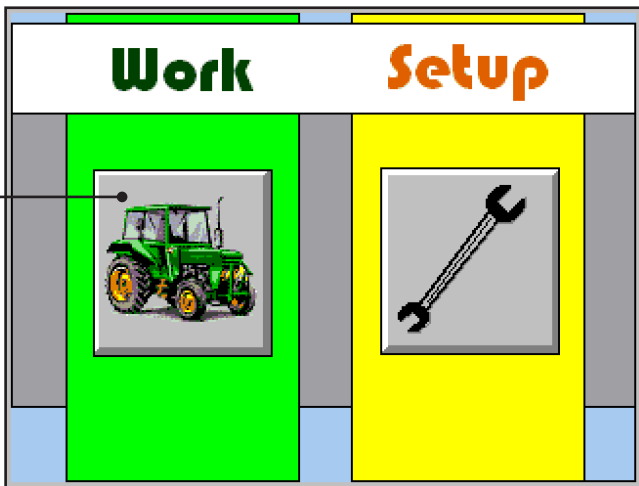
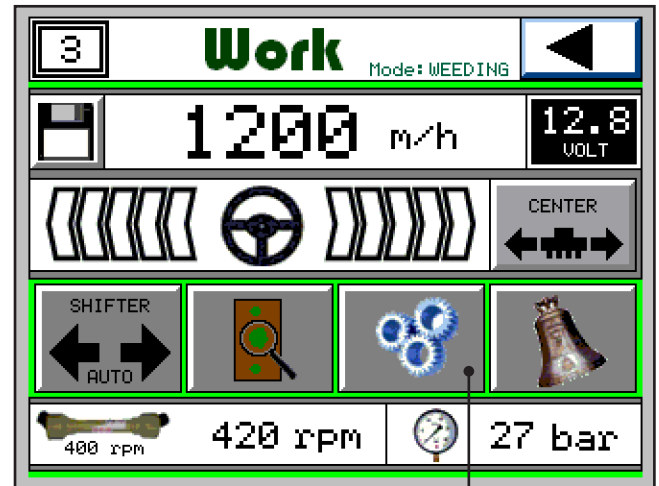

Fig. 2
Fig. 3
- 6) Con il tasto  confermare il numero degli elementi montati e si passa alla pagina di Fig. 2, premere il tasto (D) e si passa alla pagina di Fig. 3.
- 6) By means of button  confirm the quantity of units, proceed to page Fig. 2, press the button (D) and then to page Fig. 3.
- 6) Avec le bouton  confirmer le numéro des éléments. Après ça (Fig. 2) pousser le bouton (D) (Travail) et passer à la page suivante (Fig. 3).
- 6) Con la tecla  se confirma el número de elementos montados y se pasa a la página de la Fig. 2, pulse la tecla (D) y se pasa a la página de la Fig. 3.